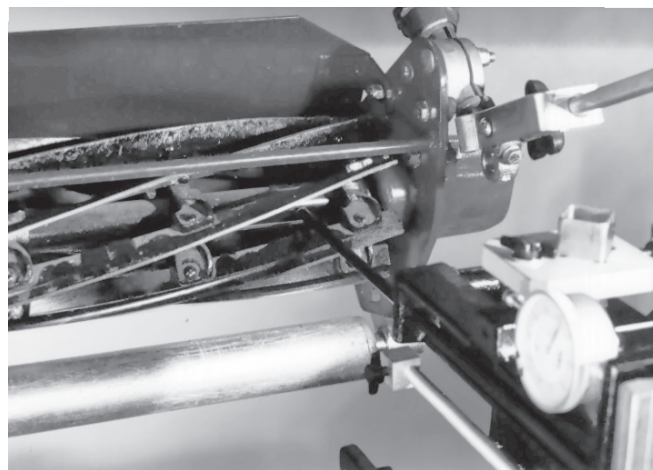

Fig. 51
- A. Flyt måleenheden i højre side af cylinderen ca. 1" fra enden. Se fig. 51.
1. Med cylinderens måleenhed fortsat i venstre side af cylinderen drejes det orange vandrette justeringshåndhjul (fig. 49) i den nødvendige retning, indtil du matcher den oprindelige indikatoraflæsning i cylinderens position til højre. Se fig. 51.